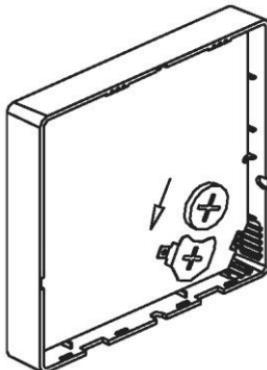

Fig 3-7
- Putt batteri inn i installasjonsstedet og sorg for at plussiden på batteriet treffer plussiden på installasjonsstedet. (Se Fig.3-7)